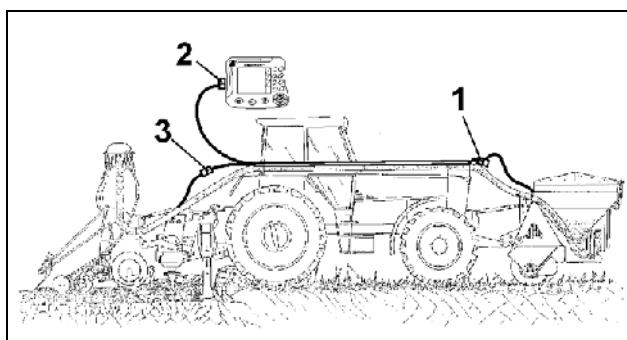
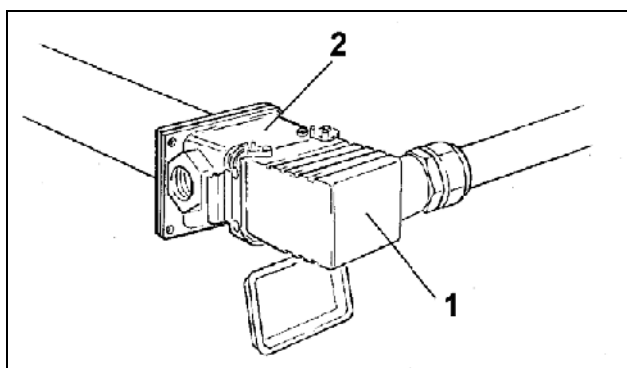
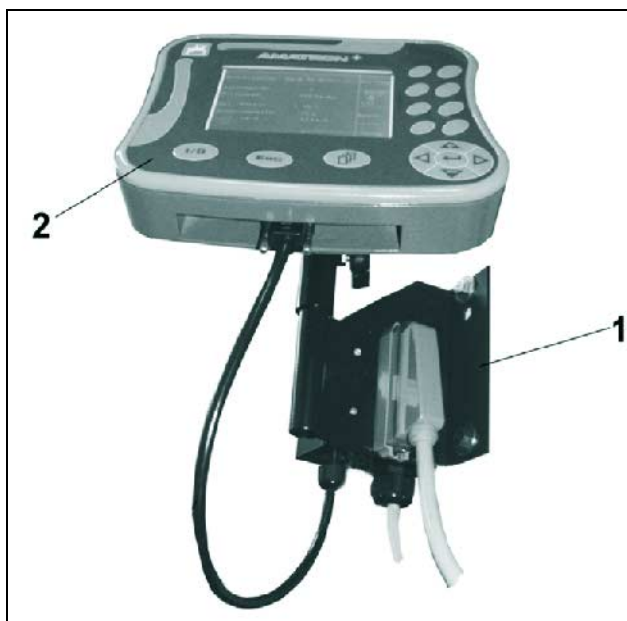

Fig. 45
Fig. 46
Fig. 47
Posare e fissare al trattore il cablaggio (Fig. 45) insieme con le tubazioni della semente.
- Collegare il connettore combinato del serbatoio anteriore al cablaggio (Fig. 45/1, Fig. 46).
- Collegare il connettore della barra di semina al cablaggio (Fig. 45/3).
- Collegare il cablaggio con connettore macchina alla dotazione standard trattore dell'**AMATRON 3** (Fig. 45/3, Fig. 47).